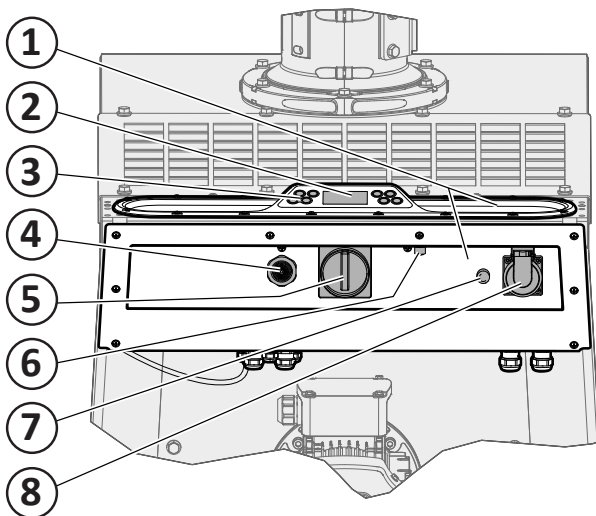
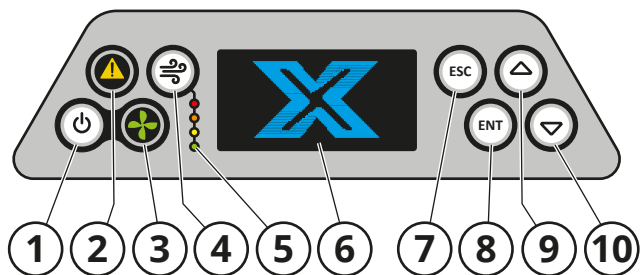

Fig. 16
Fig. 17
Voir la **Fig. 16**.
Le panneau de commande (**Fig. 16**) comporte une console de commande, un interrupteur, un raccord pour sonde pince et une prise de 230 VCA avec fusible automatique. Le panneau de commande sert également de poignée pour le déplacement et de surface de déchargement.
Voir la **Fig. 17**.
Lorsque la machine est mise sous tension avec l'interrupteur (5, **Fig. 16**), l'écran s'allume (6, **Fig. 17**). Lorsque l'écran affiche RÉGLAGES et ENTRETIEN, la console de commande est prête à l'utilisation. Le ventilateur est démarré/arrêté avec le bouton de démarrage/arrêt du ventilateur (1) et le fonctionnement est indiqué par le témoin lumineux (3). Si le débit d'air est trop faible, le témoin s'éteint et l'alarme sonore retentit.
Démarrage Auto. Réglage permettant, lorsqu'un outil (par exemple une meuleuse d'angle) est connecté à la prise de 230 V (pos. 8, **Fig. 16**), de démarrer et d'arrêter le moteur du ventilateur. La sélection s'effectue à l'aide du bouton de navigation.
Si l'option **Nettoyage AUTO ON** est sélectionnée dans le menu des réglages, le filtre est automatiquement nettoyé pendant le fonctionnement. Le nettoyage automatique du filtre est effectué entre des chutes de pression préréglées. Les témoins lumineux de l'état du filtre sur la console de commande (**Fig. 17**, pos. 5) montrent le degré d'encrassement de l'agent filtrant. Un nettoyage hors ligne est également effectué 20 minutes après l'arrêt du moteur du ventilateur. Lorsque la cartouche de filtre est saturée et le débit d'air trop faible, l'alarme sonore et le témoin lumineux (2) envoient des signaux.